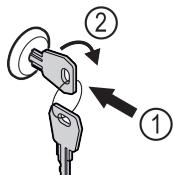

Fig. 170 Beispielhafte Darstellung
- ▶ Schlüssel hineindrücken Fig. 170 (1).
- ▶ Schlüssel um 90° im Uhrzeigersinn drehen Fig. 170 (2).